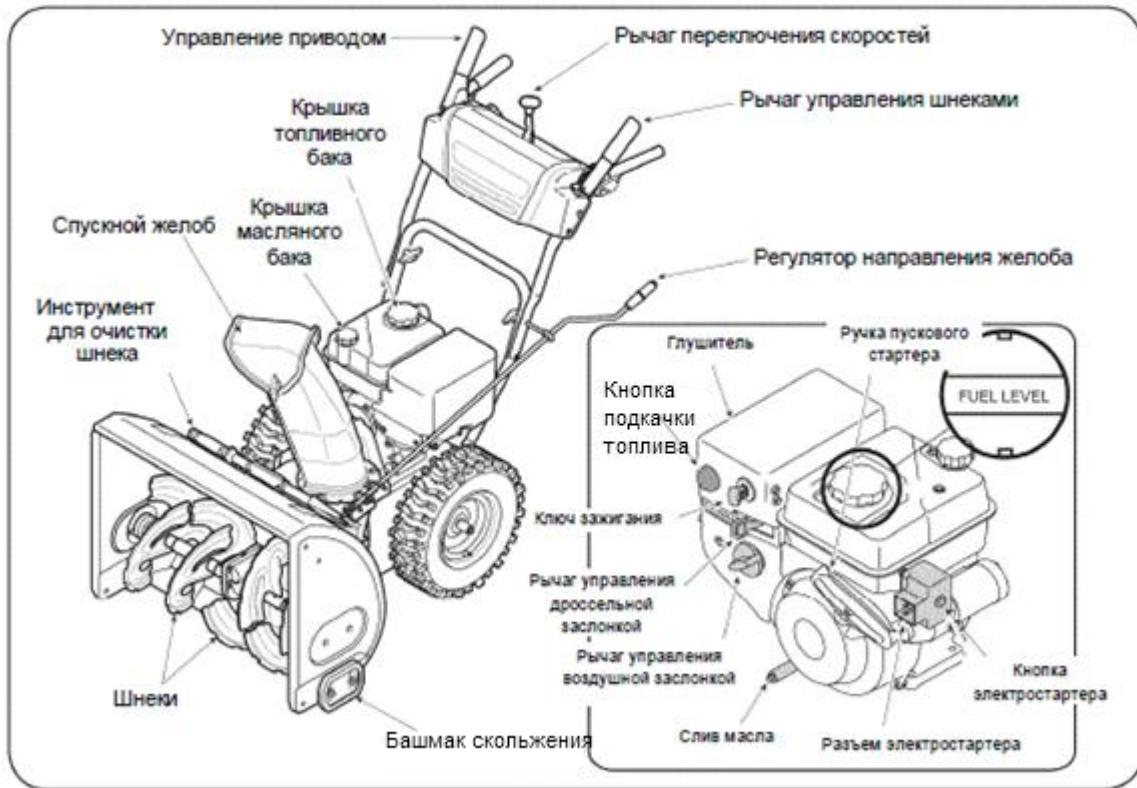

Рис. 10
Теперь, когда Вы приготовили снегоочиститель к эксплуатации, важно изучить систему его управления. (См. Рис. 10).
2. Индикатор уровня топлива расположен в топливном баке см. дополнительную вставку на Рис. 10. Наполняйте бак до тех пор, пока уровень топлива не дойдет до уровня индикатора, оставляя место для расширения топлива при нагреве.